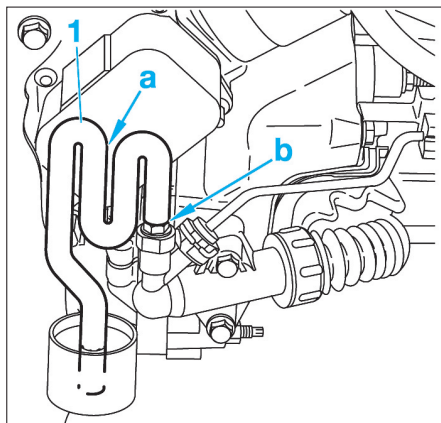

Fig. 8
- Accoupler un tuyau transparent (1) sur la vis de purge (Fig.8).